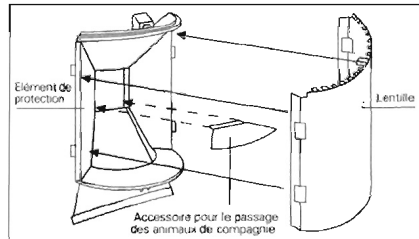

Figure 4 : Changement de la lentille
- 3 Choisir la lentille appropriée et s'assurer que les bords découpés sont dirigés vers le haut. Dans le cas d'une application avec "passage d'animaux de compagnie", installer l'accessoire prévu à cet effet sur emplacement réservé (figure 4).